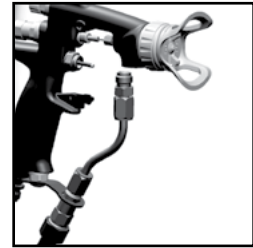

Fig. 26
12. Rimontare il tubo del fluido e il grilletto. (Vedere fig. 26 e 25)